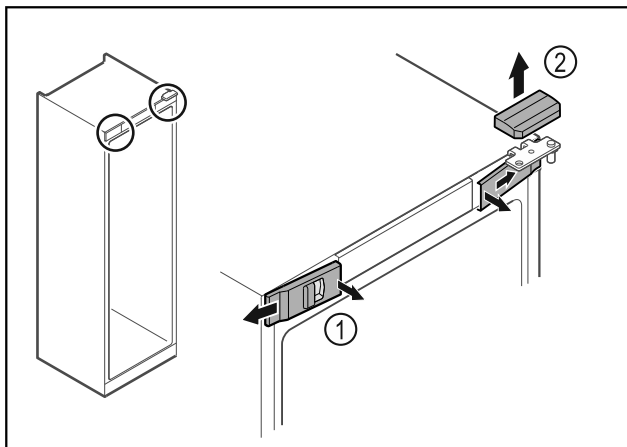

Fig. 15
- ▶ Deblocați apărătorile frontale din interior Fig. 15 (1) și detașați-le în lateral.
- ▶ Scoateți în sus Fig. 15 (2) apărătoarea.